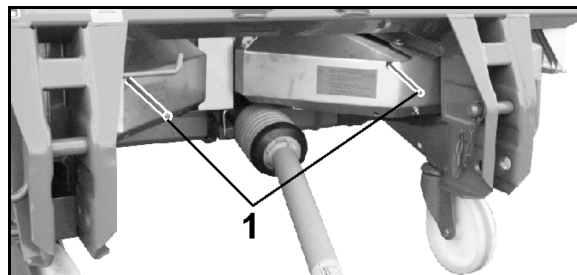

Рис. 22
- **электронным** образом с помощью бортовой компьютер. При этом активируемые серводвигателями (Рис. 22/1) заслонки дозатора (Рис. 22/2) обеспечивают различную ширину раскрытия пропускных отверстий (Рис. 22/3)
- **вручную** с помощью регулировочного рычага (Рис. 22/6) устанавливается различная ширина раскрытия пропускных отверстий (Рис. 22/3). Требуемое для этой цели конкретное положение заслонки определяется или по данным **таблицы норм внесения удобрений** или с помощью **логарифмического диска**.
Запорные заслонки (Рис. 22/4) служат для открывания и закрывания выпускных отверстий и в зависимости от оснастки, и их привод может осуществляться отдельно гидравлически (Рис. 22/5) с помощью